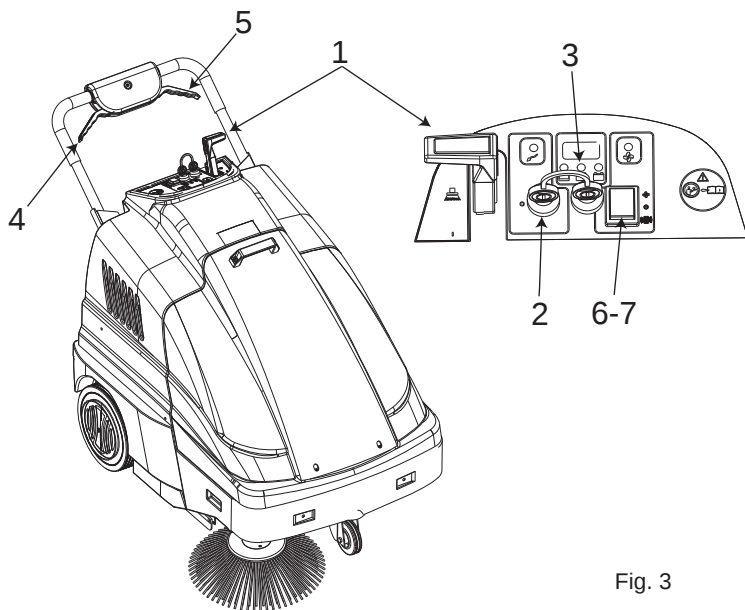

Fig. 3
- Deplasați pârghia de ridicare a periei (poz. 1 Fig.3) în poziția 0.
- Verificați dacă peria laterală poz. 1 Fig. 3 este în poziția 0.
- Rotiți cheia în poziția "I", poz. 2 Fig.3.
- După ce ați rotit cheia, așteptați aproximativ 10 secunde până când mașina începe să funcționeze. Verificați pe indicator poz. 3 Fig. 3: dacă acumulatorul este complet încărcat înainte de a începe lucrul, altfel încărcați acumulatorul.
- Activați motorul de aspirație mutând întrerupătorul în poz.7 Fig. 3 până la „I”.
Opriti motorul de aspirație atunci când utilizați mașina când este mutată, mutând întrerupătorul în poz. 7 Fig. 3 până la „I”.
- Trageți maneta de acționare poz. 4 Fig.3 și efectuați operațiile de curățare. Dacă este necesar, acționați maneta poz. 1 Fig.3, mutând-o în poziția "I" pentru a activa peria laterală. După terminarea lucrului, mutați maneta periei laterale, dacă este utilizată, în poziția "0", opriți mașina și scoateți cheile din panoul de control.
Durata de viață a acumulatorului depinde de întreținerea de rutină și nivelul de descărcare. Nu lăsați acumulatorul să cadă sub limita indicată de luminile din poz. 3 Fig.3.